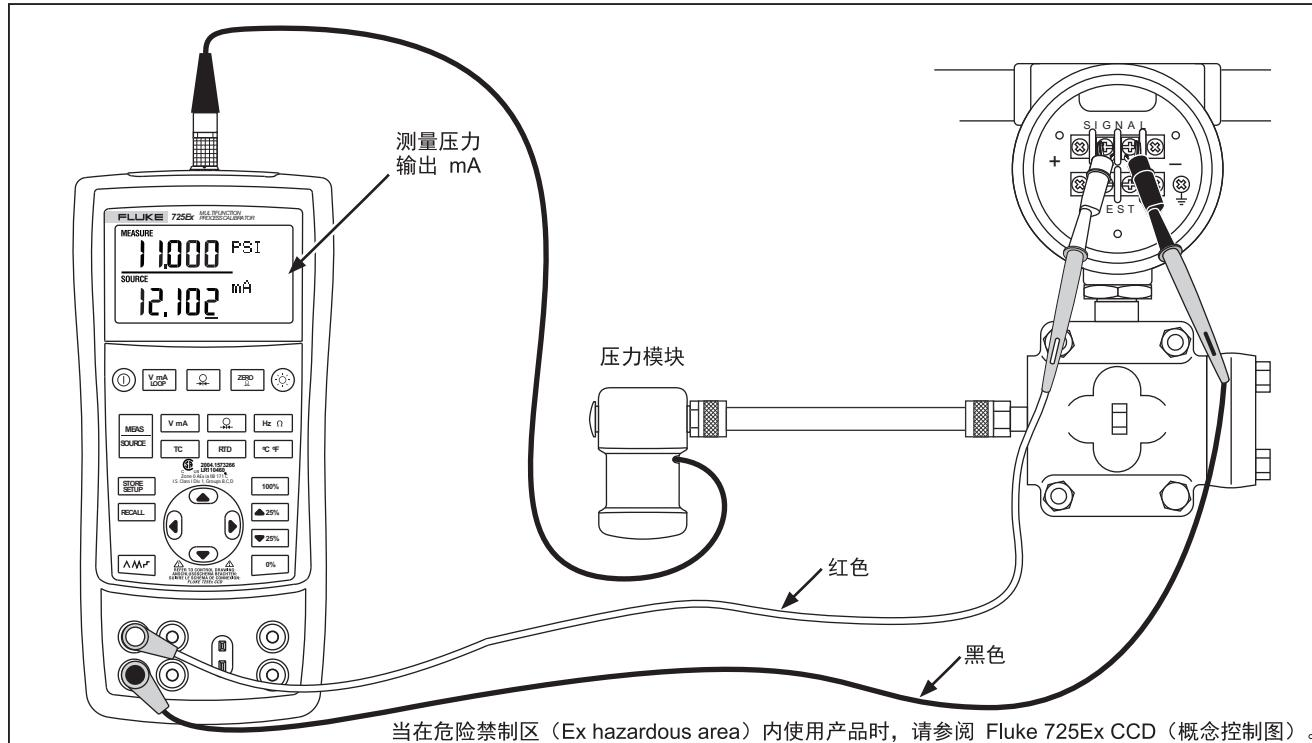

图 21. 校准电流-压力 (I/P) 变送器
1. 将测试线连接到被测仪器，如图 21 所示。连接模拟电流-压力变送器，并测量相应的输出压力。